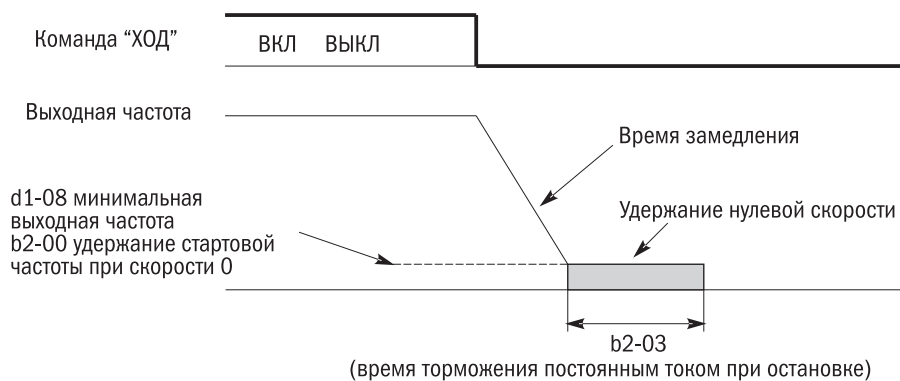

Рисунок 47. Линейный сброс для остановки
- Для векторного регулирования с замкнутым контуром, векторного регулирования фазовой модуляции с замкнутым контуром: когда выходная частота падает ниже уровня b2-00, включается стабилизация нулевой скорости на время, установленное в b2-03. См. ниже рисунок 47.